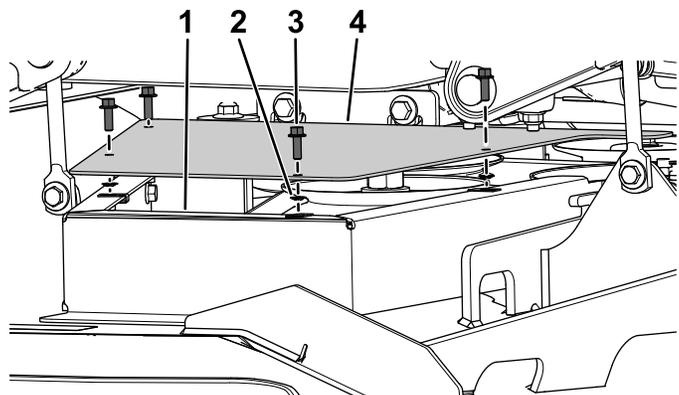

Figure 9
- Fixez le protège-poulie gauche sur le support de protection gauche à l'aide de 4 boulons à embase ( $\frac{1}{4}$ " x  $\frac{3}{4}$ ") et 4 écrous pousoirs (Figure 9).